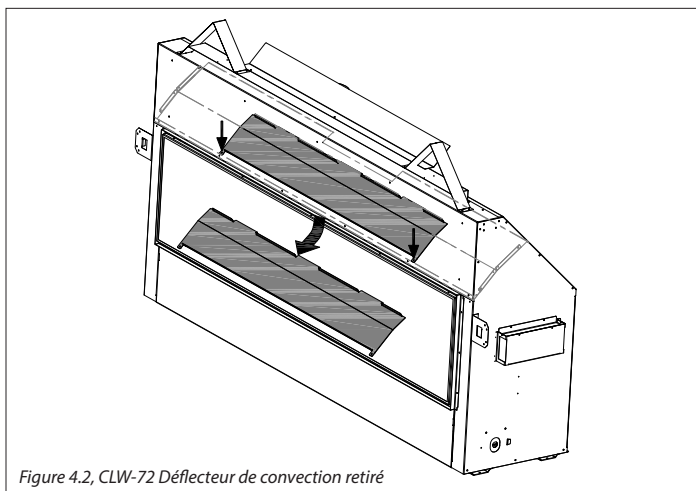

Figure 4.2, CLW-72 Déflecteur de convection retiré
CLW-72: Le déflecteur est fixé par (2) vis, juste derrière le bord supérieur de l'ouverture du foyer (voir Figure 4.2). Recyclez ce panneau si vous n'en avez plus besoin.